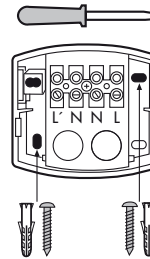

ABB. 5
Die Einstellelemente für Zeit-, Lichtwert und Betriebsmoduswahl befinden sich unter der abnehmbaren Schutzabdeckung (Abb. 5).
3. Setzen Sie nun die Abdeckung wieder auf die Einstellelemente (Abb. 5).